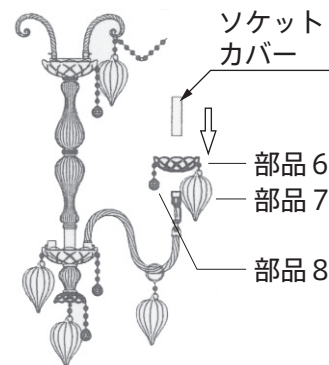

図 7
9. 部品 12、11 を取付けます。（図 7）
11. ソケットに電球を取付け、電球を挟むようにしてランプカバーを取付けます。（図 7）